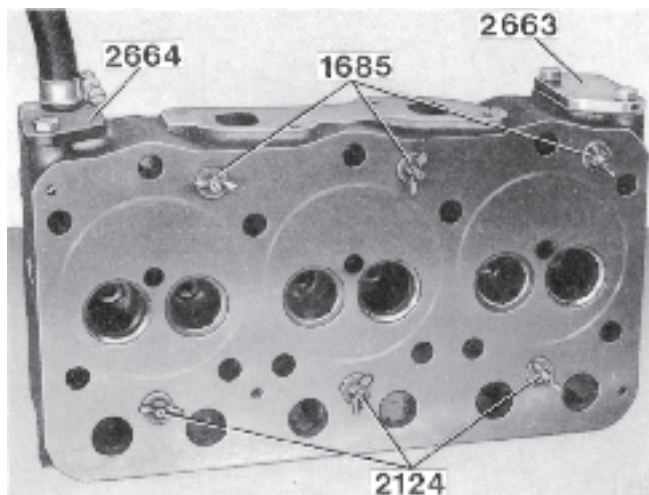

Fig. 21 Essai sous pression des culasses
1. Brancher un flexible de prise d'eau à la culasse comme indiqué sur la figure 21. Se servir pour ce travail de la plaque de raccordement 2664 et de la plaque d'étanchéité 2663 ainsi que de quelques bouchons expandeurs (3 bouchons 1685 et 3 bouchons 2124, 6 bouchons modèle nouveau). Ne pas serrer trop fortement les écrous à oreilles sous peine d'endommager le joint caoutchouc.